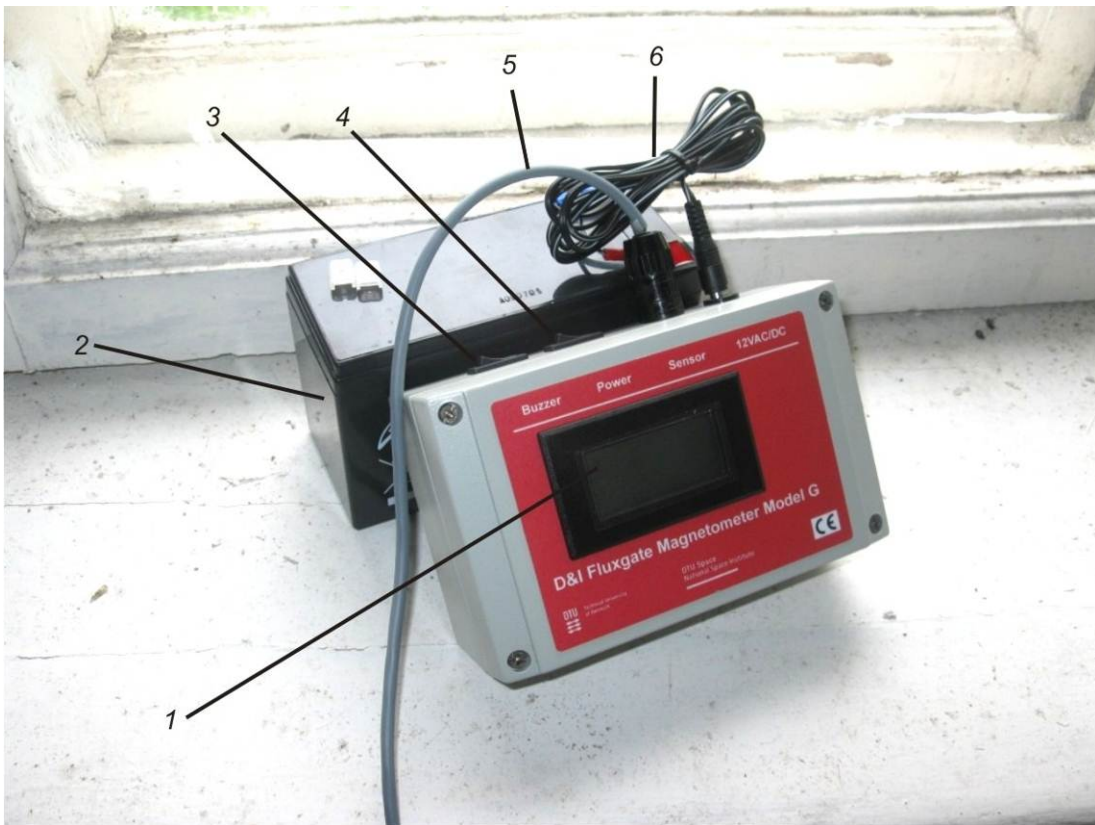

Рис. 4. Блок электроники феррозондового магнитометра.
На рис. 4 приведен общий вид блока электроники. На цифровое табло блока электроники 1 выводится значение составляющей поля (в нТл), направление которого отличается от оси датчика. Диапазон значений, выводимых на табло, от -200 до $+200$ нТл. Значения выводятся с дробной частью (десятые доли нТл). При достижении 200 или -200 нТл на табло выводится, соответственно, цифра 1 или -1 без дробной части, означающая слишком большую ненулевую составляющую (приближение к положению, при котором ось датчика совпадает с направлением внешнего магнитного поля).
- 1) Убедитесь в том, что кабель датчика 17 (рис. 1) подключен к кабелю блока электроники 5 (рис. 4) и к самому блоку в разъем «Sensor». Проверьте подключение кабеля питания 6 (рис. 4) в разъем «12V AC/DC». Нажмите тумблер включения/выключения питания 4 «Power» (рис. 4) на блоке электроники магнитометра. На табло загорится 1 или -1. При желании можно включить или отключить звуковой сигнал, переключив тумблер 3 «Buzzer» (рис. 4).